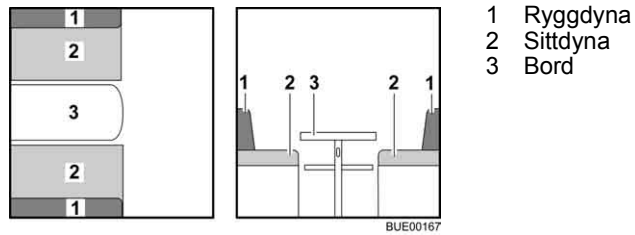

Bild 84 Före ombyggnaden
- Bygg om bordet (Bild 84,3) till sängbotten (se avsnitt 6.12).